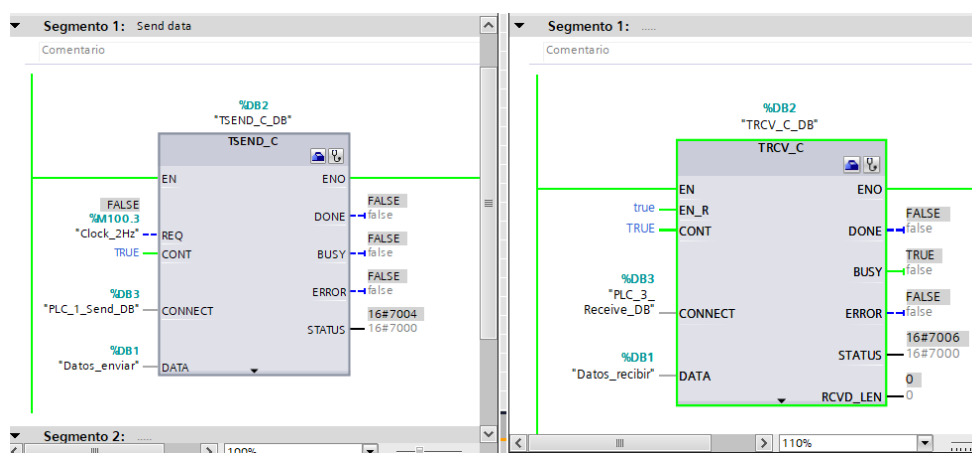

Figura 14. Bloques TSEND\_C y TRCV\_C configurados y operativos para una comunicación abierta entre dos PLC
Aunque hay varias opciones disponibles, la más recomendable es utilizar los bloques “tipo T”, y en concreto los denominados TSEND\_C en el PLC que envía datos y TRCV\_C en el PLC que recibe datos, utilizando un bloque de datos (DB) idéntico en ambos PLC, que será el que se transmita durante la comunicación (Figura 14).